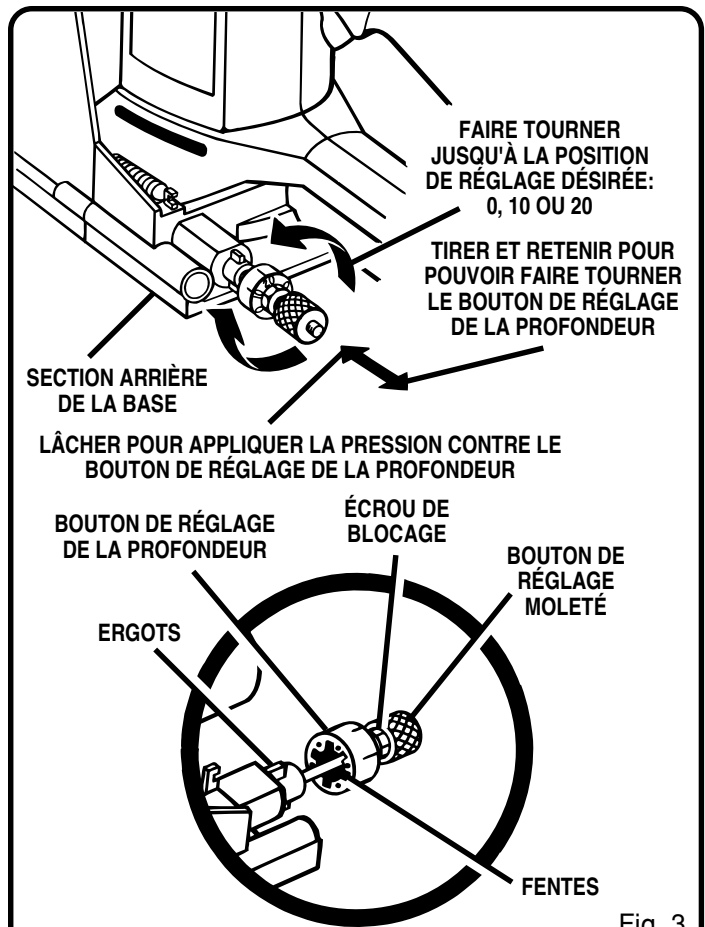

Fig. 3
On peut régler la machine d'assemblage pour trois profondeurs de coupe standard, correspondant aux trois tailles de lamelles standard - n° 0, n° 10 et n° 20. Pour effectuer les réglages, engagez les ergots de la section arrière de la base dans les fentes correspondantes du bouton de réglage de la profondeur. Par exemple, lorsqu'on désire utiliser une lamelle de taille n° 0, faire tourner le bouton de réglage de la profondeur pour placer la fente marquée 0 devant l'onglet; lorsqu'on désire utiliser une lamelle de taille n° 10, faire tourner le bouton de réglage de la profondeur pour placer la fente marquée 10 devant l'onglet; lorsqu'on désire utiliser une lamelle de taille n° 20, faire tourner le bouton de réglage de la profondeur pour placer la fente marquée 20 devant l'onglet. Voir figure 3.
2. Tirez le bouton de réglage moleté et l'écrou de blocage dans la direction de la flèche représentée à la figure 3. **NOTE:** L'ensemble bouton/écrou est rappelé par ressort; par conséquent, lorsqu'on tire sur le bouton dans la direction de la flèche, on comprime le ressort et ceci fait disparaître la pression exercée par le bouton de réglage de la profondeur.